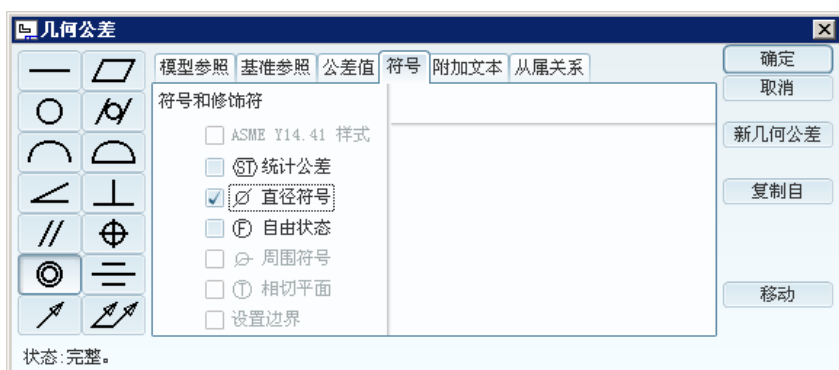

图 5.6.32 “符号”选型卡
Step6. 在 **符号** 选项卡中选中 ☒ **直径符号** 复选框, 如图 5.6.32 所示。